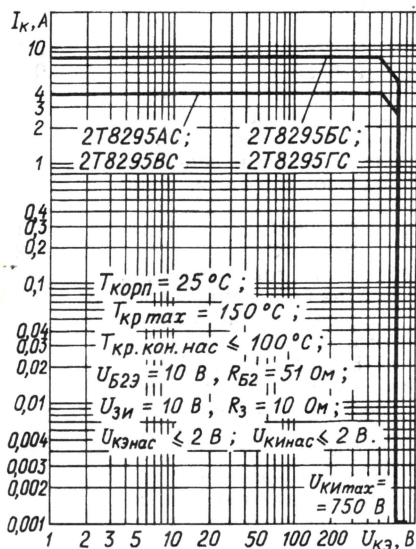

Рис. 3
На рис. 3 представлена графически область безопасной работы (ОБР) транзисторных сборок серии 2Т8295 в режиме обратного динамического смещения по управляющему выводу ( $I_k$  — ток коллектора;  $U_{кз}$  — напряжение коллектор-эмиттер;  $U_{ки}$  — напряжение коллектор-исток). Согласно ГОСТ этот режим имеет обозначение ОБР (R).